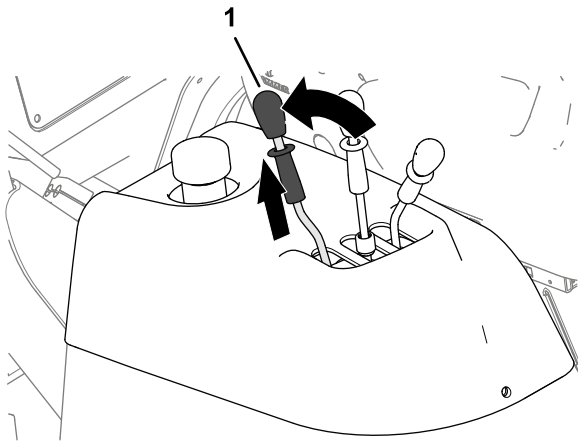

Figura 55
1. Solicitai unei alte persoane să tragă spre spate i să menină maneta de descărcare buncăr (Figura 55).